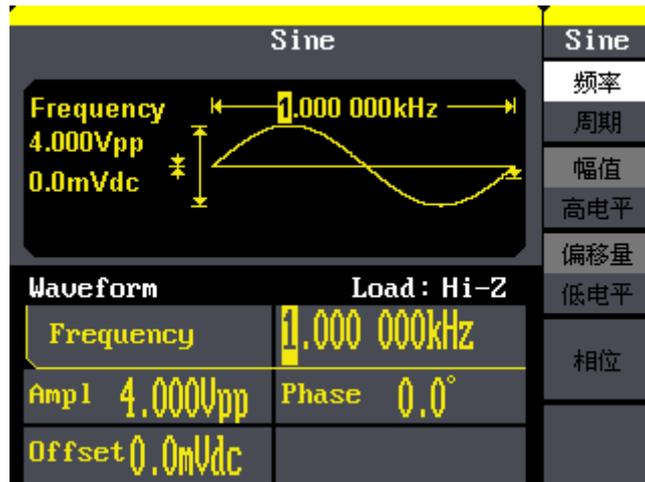

图 1-6 正弦波默认设置界面
使用 **Sine** 按键，波形图标变为正弦波，并在波形类型区中央出现 Sine 字样。SDG800 系列可输出 $1\ \mu\text{Hz}$ 到 30MHz ^① 的正弦波形。设置频率/周期、幅值/高电平、偏移量/低电平、相位，可以得到不同参数的正弦波。如图 1-6 所示，为正弦波的默认设置。
① :输出的正弦波频率根据机器的带宽而定，以下文章提高的方波信号，噪声信号频率也是一样；SDG800 最大带宽为 30MHz